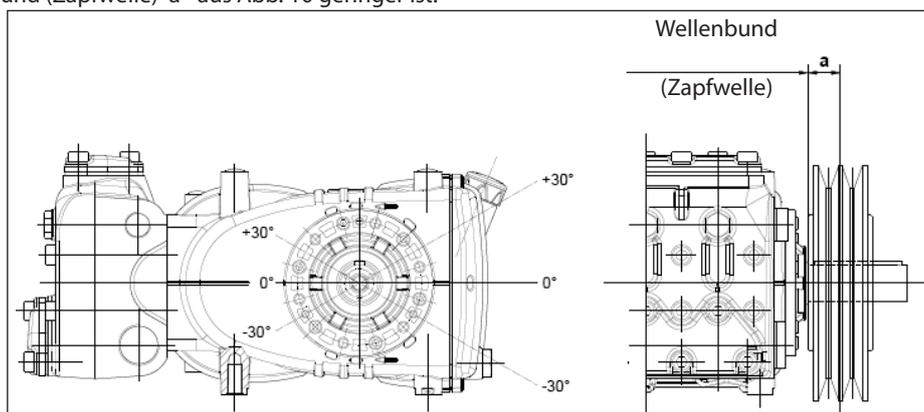

Abb. 10
Die radiale Belastung der Welle darf 4500 N (für die Definition der Anordnung erforderlicher Wert) nicht übersteigen. Der Antrieb gilt als richtig bemessen, wenn die Belastung bei einem maximalen Abstand  $a = 50$  mm vom Wellenbund (Zapfwelle) angewandt wird, siehe Abb. 10.
- b) Verwenden Sie Hochleistungsriemen - zum Beispiel **XPB** statt **SPB** - da hierbei weniger Riemen bei gleicher Leistungsübertragung benötigt werden und der Abstand zum Wellenbund (Zapfwelle) "a" aus Abb. 10 geringer ist.
- e) Folgen Sie der Spannungsrichtung des Riemen lt. Angaben in Abb. 10. Wenden Sie sich bei anderen Anforderungen an die **technische Abteilung** oder den **Kundendienst**.